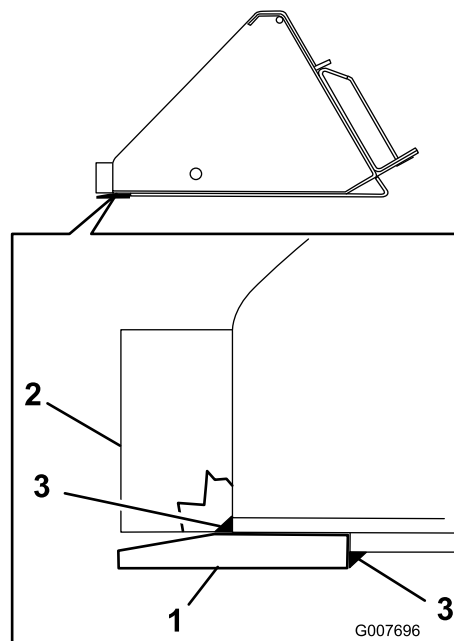

Figure 2
- Para los modelos 22422 y 22520, utilice una soldadura en ángulo de 0,5 cm (3/16 pulg.) (Figure 2).
- Para los modelos 22422 y 22520, sujete el filo de manera que quede enrasado con los filos laterales y apretado contra la chapa de base del cucharón (Figure 2).